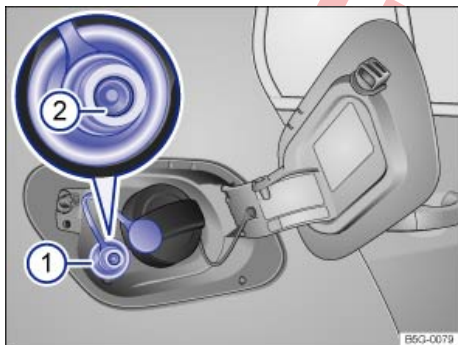

Fig. 234 Tapa del depósito abierta: boca de carga de gas ①, retén de la boca de carga ②.
- Destape la boca de carga de gas ⇒ fig. 234 ①.